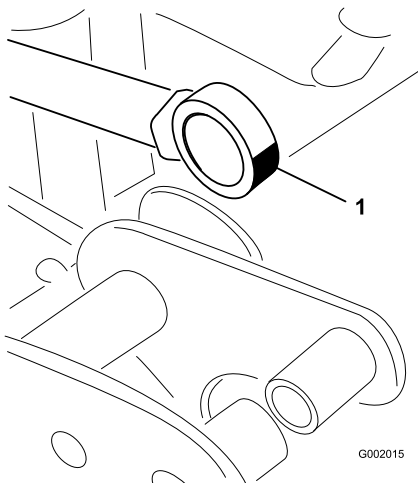

Figure 70
5. Faites pivoter le roulement au bout de la tige de vérin et appliquez de la graisse dans le roulement (Figure 70).